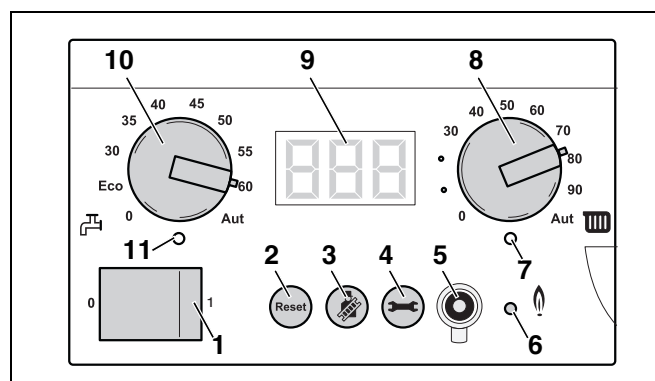

Рис. 91 Главный регулятор BC10
- Ручкой управления "Заданная температура горячей воды" (рис. 91, поз. 10) установить нужную температуру горячей воды в баке-водонагревателе (см. таб. 17).
- Выключить отопительную установку с помощью главного регулятора BC10. (рис. 91, поз. 1). Горелка при этом автоматически отключится.
- Выключить отопительную установку пусковым выключателем на BC10. (рис. 91).